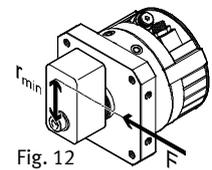

Fig. 12
- Assicurarsi che sussistano le seguenti condizioni (Fig. 12):